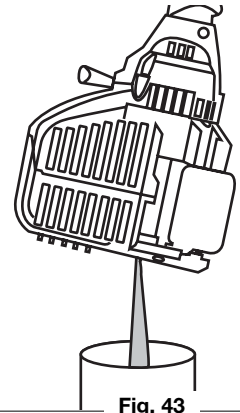

Fig. 43
3. Versez l'huile de l'orifice de remplissage dans un récipient en inclinant l'appareil à la verticale (Fig. 43). Allouez assez de temps pour une vidange complète.